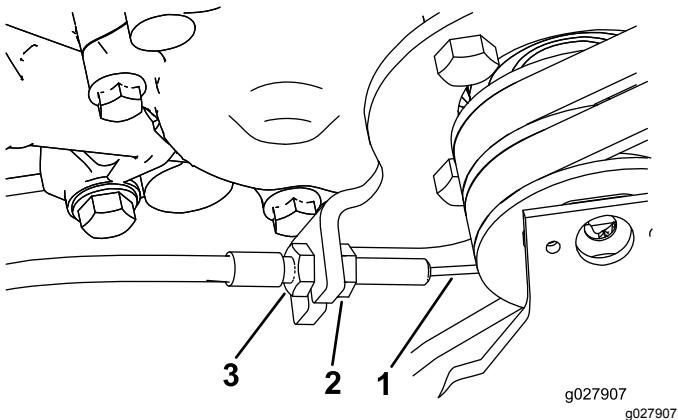

Figura 44
3. Para eliminar la holgura del control de tracción, afloje la contratuerca delantera del cable y apriete la contratuerca trasera (Figura 44) hasta que haya eliminado toda la holgura.